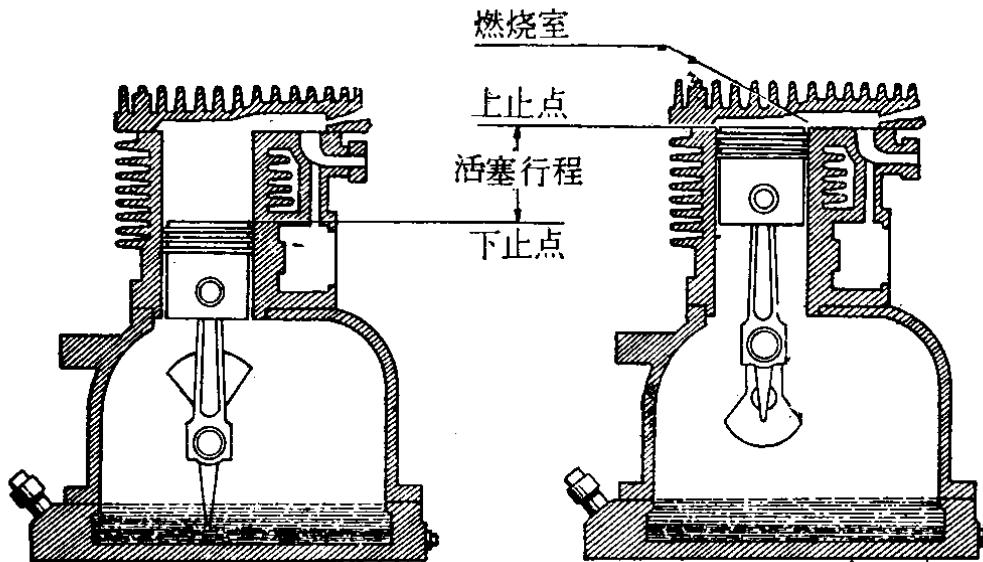

图 1-3 发动机的几个术语示意图
4. 上止点(上死点)——活塞运行到气缸最上部的位置, 活塞顶部处为上止点, 如图 1-3 所示。